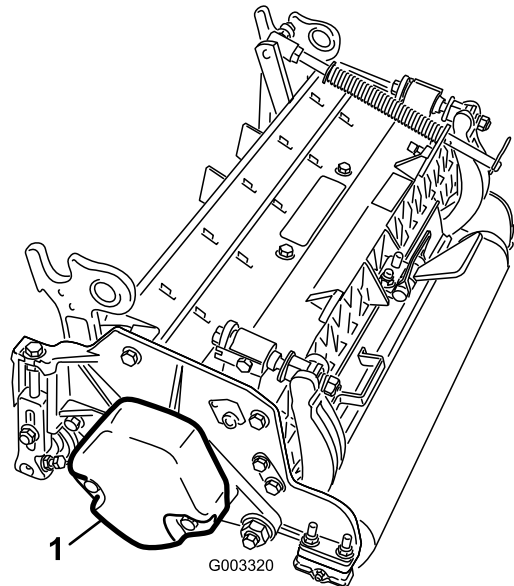

Bild 4
4. Stellen Sie sicher, dass der Gegenballast (Bild 4) am richtigen Ende jeder Schneideinheit montiert ist, siehe die *Bedienungsanleitung* der Schneideinheiten.